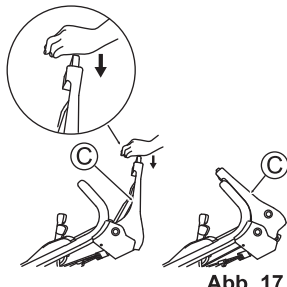

Abb. 17
3. Drücken Sie den Klingenhebel (C) nach vorne und drücken Sie gleichzeitig dessen gelben Knopf. Die Klinge beginnt, sich zu drehen. (Siehe Abb. 17)